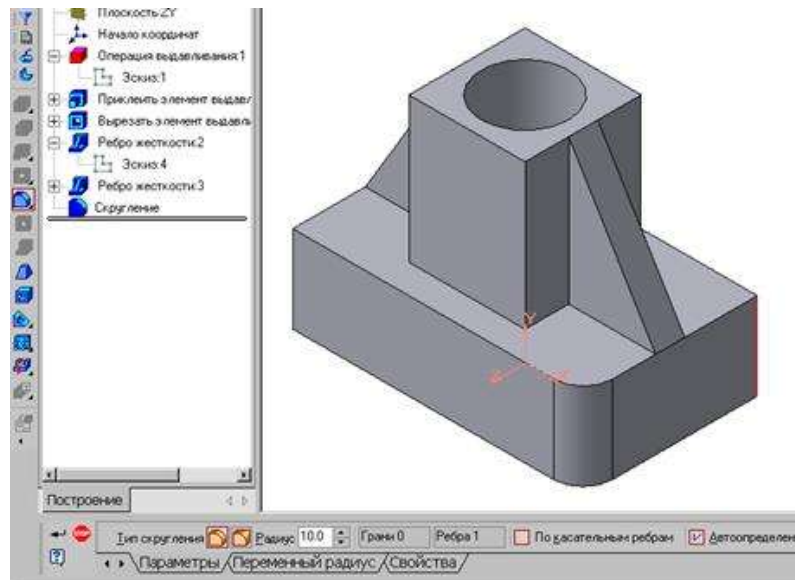

Рис.30 Построение скругления ребер
6. Для того чтобы скруглить вертикальные углы основания детали, используем кнопку  Скругление (рис.30), на панели свойств задаем радиус скругления 10 мм и указываем курсором ребро основания. Затем нажимаем кнопку Создать объект.